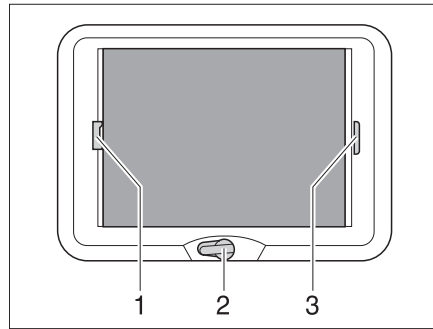

Fig. 54 Oblò a manovella
- Ruotare la manovella (Fig. 54,2) fino a quando non si incontra resistenza (angolo di apertura max. 70°).
- Tirare la tendina oscurante pieghevole per la maniglia (Fig. 54,3) e rilasciarla alla posizione desiderata. La tendina oscurante pieghevole rimane in questa posizione.
- Tirare la protezione contro gli insetti per la maniglia (Fig. 54,1) verso la maniglia contrapposta della tendina oscurante pieghevole (Fig. 54,3) e farla innestare.
- Tirare la maniglia della protezione contro gli insetti (Fig. 54,1) dietro, verso l'alto, e sganciare la protezione contro gli insetti dalla tendina oscurante pieghevole (Fig. 54,3).